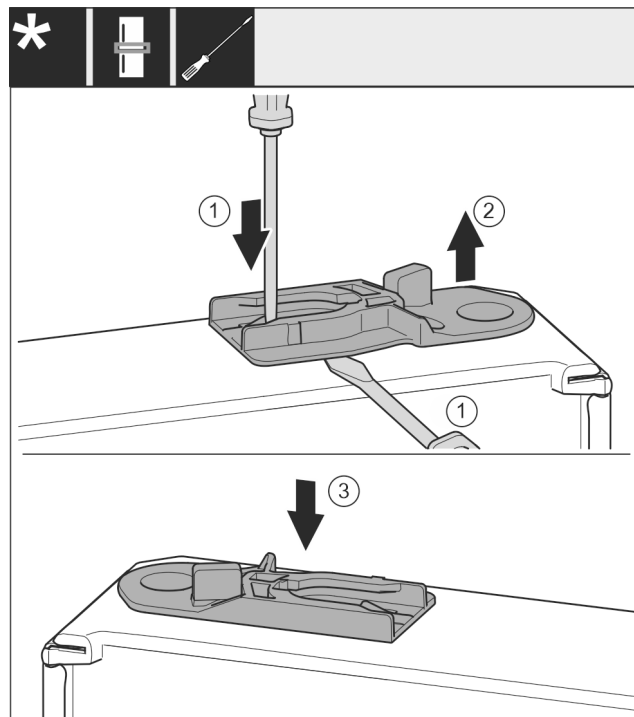

Fig. 38 *
- ▶ Витягніть направляюче гніздо: Натисніть шлицевою викруткою накладку і одночасно підведіть її під направляюче гніздо. Fig. 38 (1, 2)*
- ▶ Направляюче гніздо, що входить до складу поставки, вставити з іншого боку корпусу. Fig. 38 (3)*